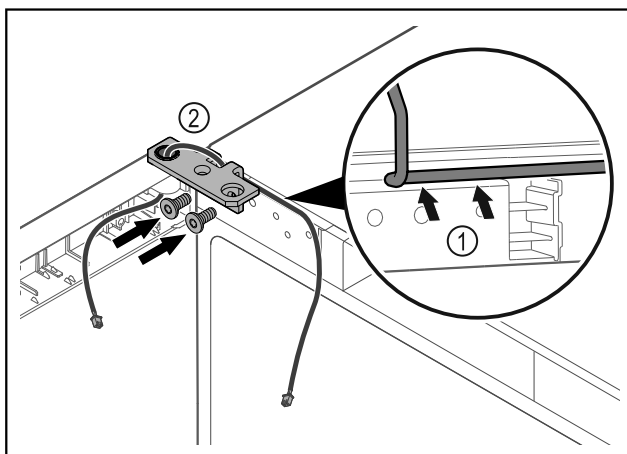

Fig. 37
- Prevlečte kábel cez vybranie uholníka závesu a opatrne ho položte Fig. 37 (1).
- Naskrutkujte uholník závesu Fig. 37 (2).